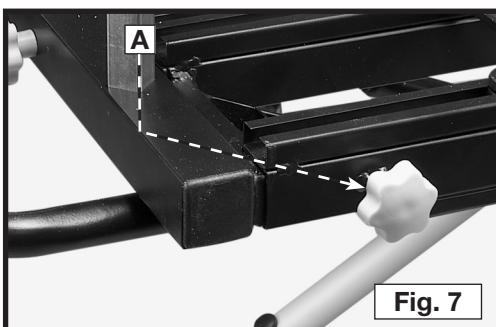

Fig. 7
Instale los dos pomos de fijación más cortos (se muestra uno en (A), Fig. 7) en los agujeros ubicados en la parte delantera y la parte trasera de ambos lados de la base de soporte. Estos pomos de fijación bloquean el movimiento de los rodillos de extensión.